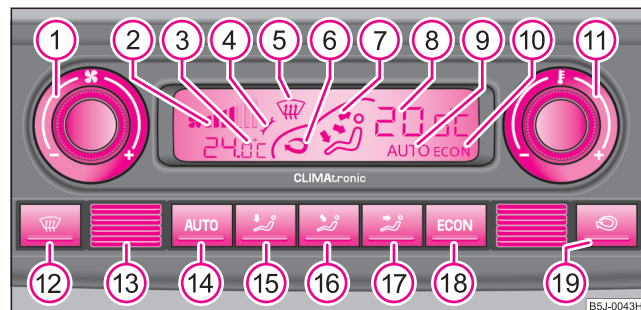

Fig. 96 Climatronic: Elementos de mando
- Pulse la tecla **(AUTO)** ⇒ página 112, fig. 96.
Pulse y mantenga pulsadas las teclas **(ECON)** y **(AUTO)** ⇒ fig. 96. En el display aparecerán los datos en la unidad de medida deseada de la temperatura.
- Pulse la tecla  ⇒ página 112, fig. 96.
- Girar el regulador giratorio **(1)** ⇒ página 112, fig. 96 hacia la izquierda (disminuir el número de revoluciones del ventilador) o hacia la derecha (aumentar el número de revoluciones del ventilador).